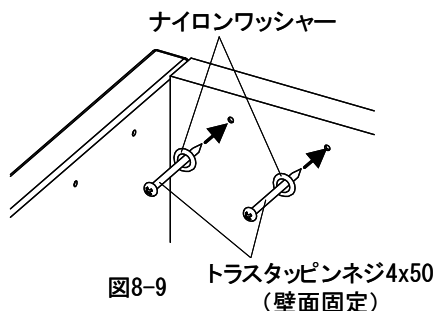

図8-9 トラスタップンネジ4x50 (壁面固定)
- ⑧隅補強を止めていた穴とその横の穴の計4箇所から所定のネジとワッシャーで壁面固定してください。(図8-9)